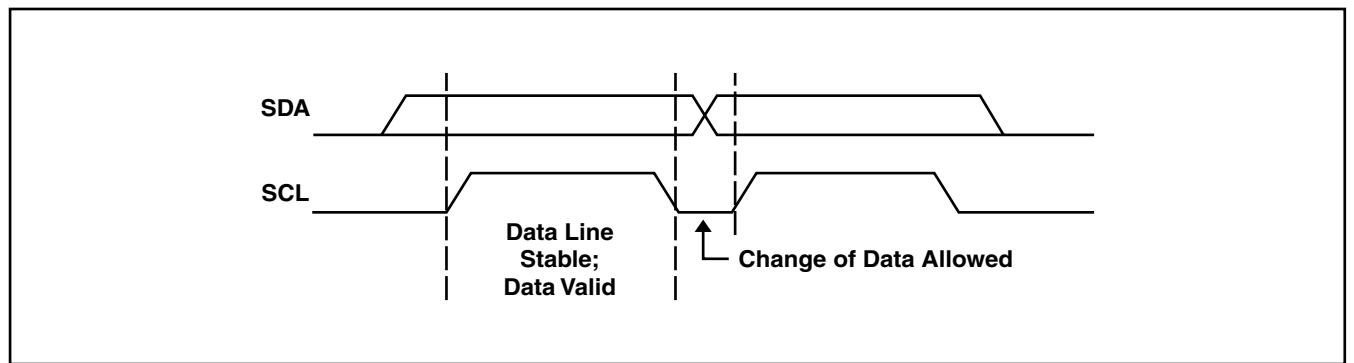
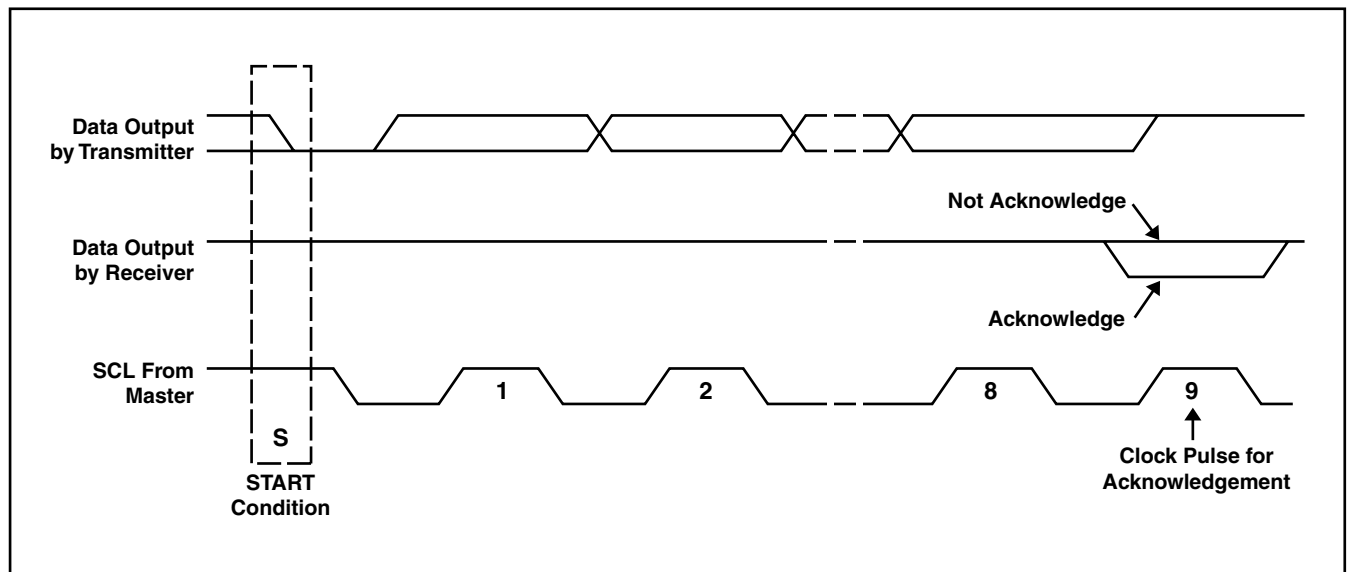

図 17. I²Cビット転送
図 18. I²Cアクノリッジ
- 次にマスターは SCL パルスを発生し、7 ビットのアドレスおよびリード・ライト方向ビット R/W を SDA ラインに転送します。転送の間、マスターはデータが有効であることを保証します。有効データ条件には、クロックパルスのハイレベル区間全体で SDA ラインが安定であることが必要です (図 17 参照)。すべてのデバイスは、マスターが送ったアドレスを認識し、それを内部の固定アドレスと比較します。アドレスが一致したスレーブデバイスだけが、9 番目の SCL サイクルのハイ区間中に SDA ラインをローに下げてアクノリッジを発生します (図 18 参照)。このアクノリッジを検出して、マスターはスレーブとのコミュニケーション・リンクが確立したことを認識します。